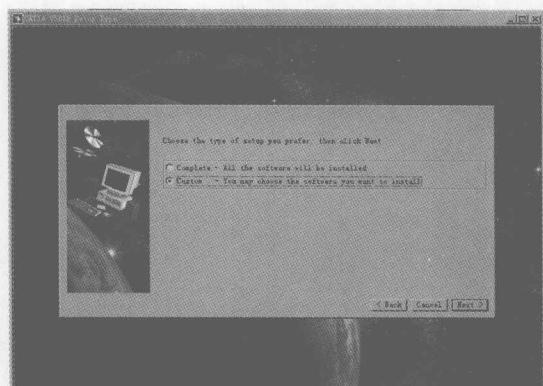

图 1-4 安装提示界面 4
- (4) 单击 Next 按钮，出现如图 1-4 所示的提示框，提示安装类型，可选择完全安装，也可选择手动选择模式，如图 1-4 所示。